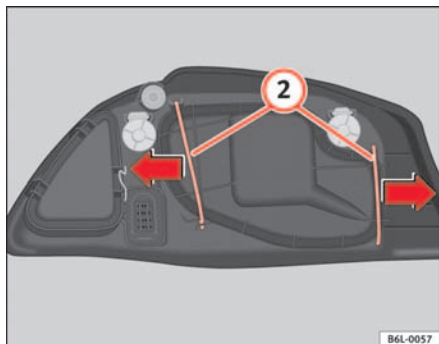

Fig. 144 Lámpara luz de carretera
- Desplace los tirantes **2** ⇒ fig. 144 hacia afuera, en el sentido de las flechas y retire la tapa.
- Coloque la tapa de plástico y coloque los tirantes **2** ⇒ fig. 144.